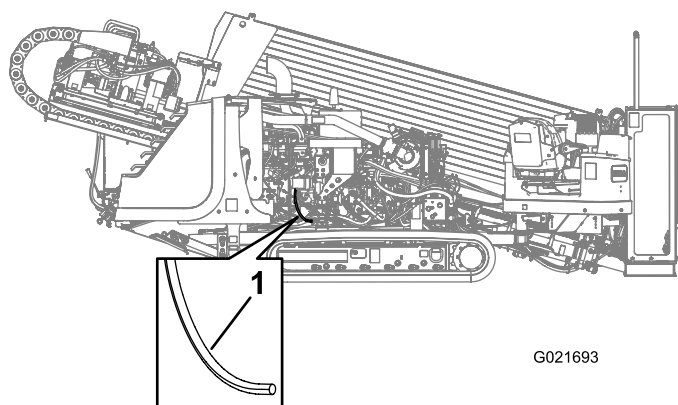

Figura 114
3. Tire suavemente hacia fuera del tubo de ventilación del cárter (Figura 114).
4. Limpie el extremo del tubo de ventilación del cárter (Figura 114).